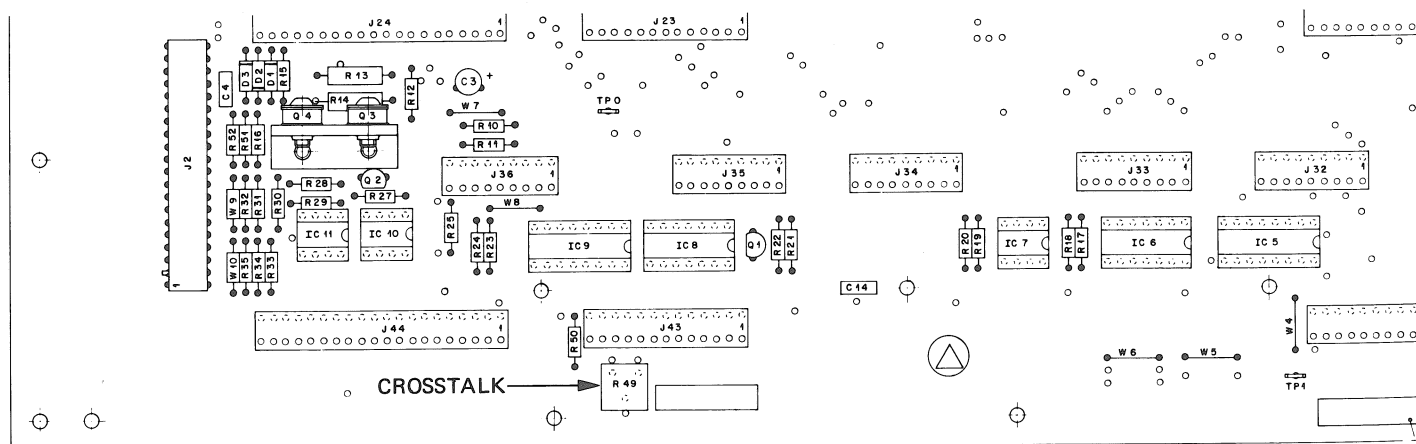

Fig.4.4.6
- Mit Potentiometer CROSSTALK auf dem Audiobasisprint 1.727.400 oder 1.727.401 (siehe Bild 4.4.6) auf minimale Ausgangsspannung einstellen. Gleiche Messungen mit vertauschten Kanälen durchführen. Bei starken Abweichungen optimalen Wert für beide Kanäle suchen.